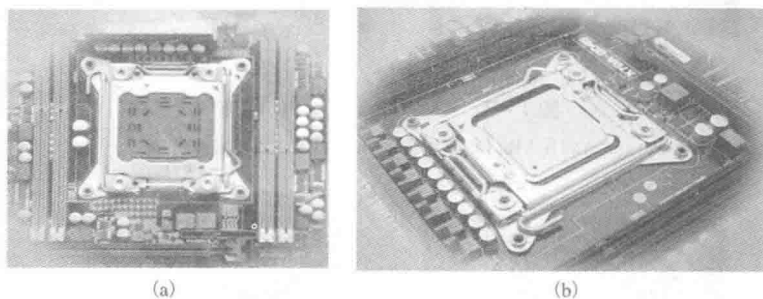
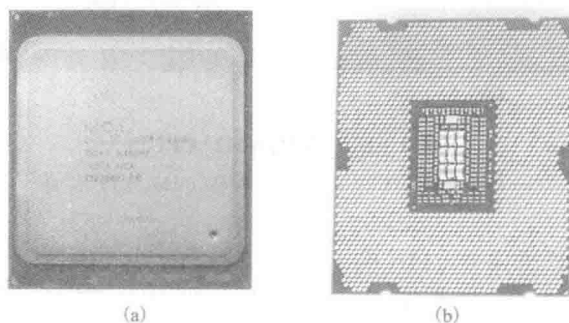

图 1-5 Intel(LGA2011) CPU 脚座
图 1-6 Intel(LGA2011) CPU
(3) Intel (LGA2011) CPU 脚座及 CPU (图 1-5、图 1-6)